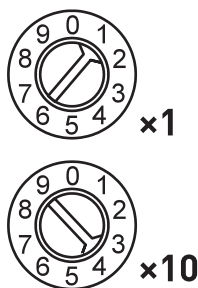

Рис.2. Адрес 41.
- 3.4. Установите DALI адрес. Адрес устанавливается двумя вращающимися переключателями. Первым переключателем устанавливаются единицы, вторым — десятки. На Рис. 2. показан пример установки адреса 41. Переключателями устанавливается адрес первого канала, соответствующего каналу R зоны 1 (назовем его A).
Таким образом, в примере на Рис.2, будут задействованы адреса 41, 42, 43...56. Максимально возможное количество адресов и устройств на шине DALI — 64 адреса.